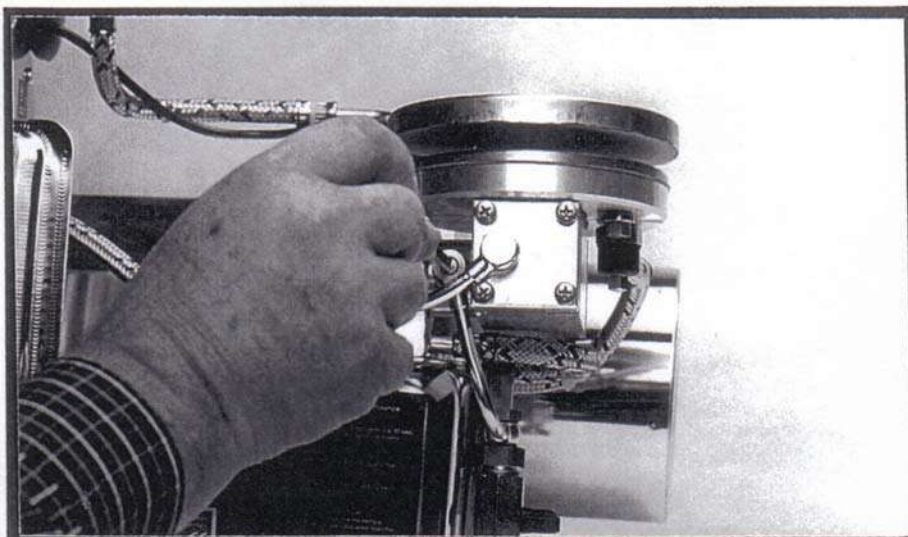

Bild 7
- Запустите установку. Если устройство работает неровно, подкрутите иглу (28), регулирующую подачу топлива (компл. 25) приблизительно на 1/2-3/4 против часовой стрелки, чтобы увеличить подачу топлива (рис.7=Bild 7)
- После разогрева установки посмотрите внутрь сопла (107,108) с безопасного расстояния (приблизительно около 2 м) и проверьте пламя. Оно не должно выходить наружу из резонатора (101). Если выходит, уменьшите подачу топлива поворотом регулирующей иглы по часовой стрелке и проверьте еще раз (рис.7=Bild 7).
- Отрегулируйте подачу топлива (25). Поворотом против часовой стрелки (= налево) увеличьте подачу топлива (рис.7=Bild 7).
**Внимание: не выворачивайте регулирующую иглу (28) слишком далеко! (Рис. 7=Bild 7).**
- Утечка из-под крышки бака (3). Выньте манжету (5), разверните её или замените при необходимости
- Форсунка (118) засорилась?
- Давление в баке рабочего раствора (1,2) может быть слишком низким. Проверьте клапана (38) и диафрагмы (40) на правильность установки.
- Проверьте соленоидный клапан (8.16) на свободное прохождение. Отсоедините трубку подачи рабочего раствора (118) от форсунка подачи раствора (113,119). Запустите оборудование, откройте кран подачи рабочего раствора (120) и проверьте, проходит ли раствор через соленоидный клапан.
1. Ослабьте трубку подачи рабочего раствора (115) у крана (120), откройте кран, раствор должен вытекать свободно. Если нет, переверните генератор соплом вверх, открутите полый